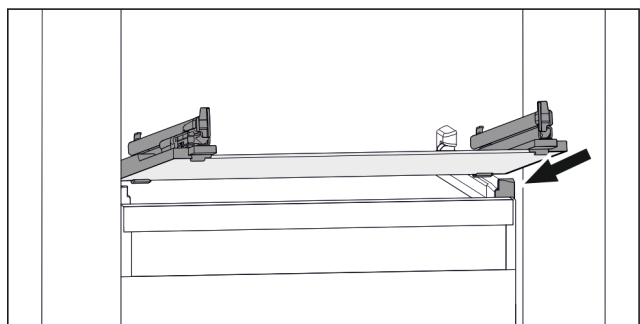

Fig. 122 Beispielhafte Darstellung der Glasplatte
- ▶ Glasplatte schräg hinter den Stopperrn aufsetzen. (zie Fig. 122)